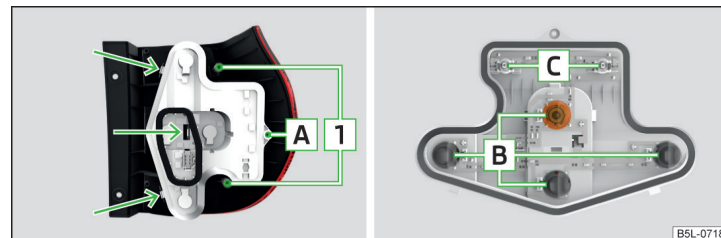
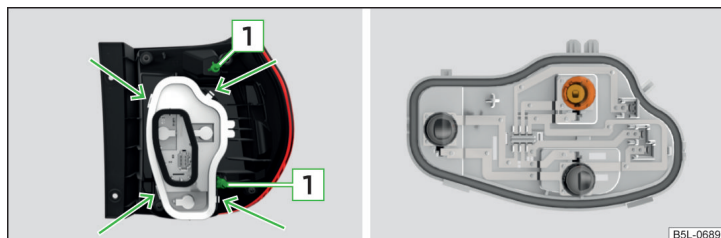

Fig. 205 Partea interioară a lămpii: Lampa de bază
Fig. 206 Partea interioară a lămpii: lampa cu leduri
- Apăsați cu grijă lampa în caroserie, astfel încât bolțurile **1** » fig. 205 la pagina 181, respectiv » fig. 206 la pagina 182 ale lămpii să se fixeze în suporturile din caroserie » **!**.
- Deșurubați cu cheia din trusa de scule șurubul de siguranță **A** » fig. 205.
- Deblocați suportul lămpii din zonele marcate cu săgeți » fig. 205 și scoateți-l din lampă.
- Introduceți suportul becului în lampă și înșurubați șurubul de siguranță **A** » fig. 205.
- Deblocați suportul lămpii din zonele marcate cu săgeți » fig. 206 și scoateți-l din lampă.
- Rotiți becul respectiv » fig. 206 până la limită în sens antiorar și scoateți-l din suportul lămpii.